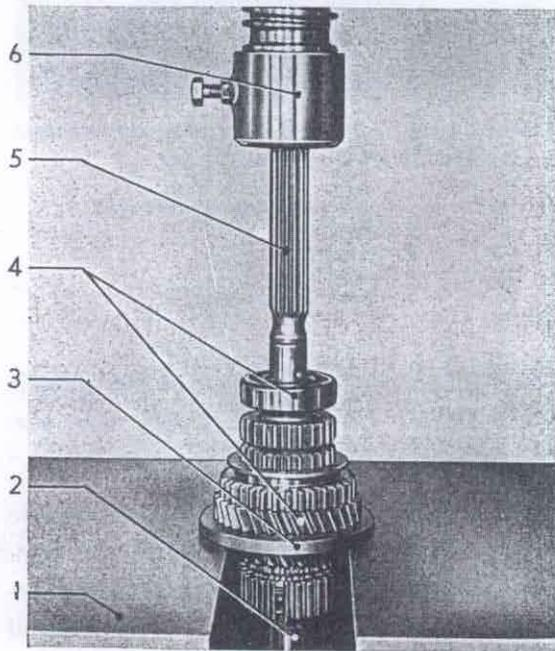

Bild 48 – Abdrückring SW-206 auf vordere Stirnseite des 1. Gang-Zahnrades aufgesetzt und Zusammenbau aus Hauptwelle herauspressen
51. Abdrückring SW-206 (48/3) auf vordere Stirnseite des 1. Gang-Zahnrades aufsetzen und 1. Gang-Zahnrad, Synchronkörper mit Schiebemuffe für 1. Gang, Synchronring, drei Gleitsteine, zwei Synchronfedern, Halteblech und Kugellager von Hauptwelle (48/5) unter Presse nach hinten abdrücken (Bild 48).